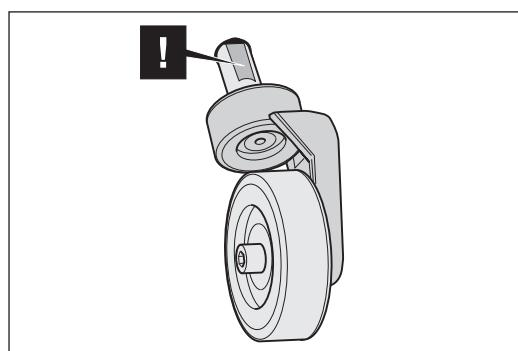

Abb. 56 Beim Einbau des Hinterrades in die Maschine die Fläche der Spornachse zur Schraube im Maschinengehäuse ausrichten.
- 11** Bauen Sie das komplette Hinterrad in umgekehrter Reihenfolge ein und befestigen Sie es wieder im Maschinengehäuse. Richten Sie dabei die Fläche der Spornachse (Abb. 56) zur Schraube im Maschinengehäuse aus.